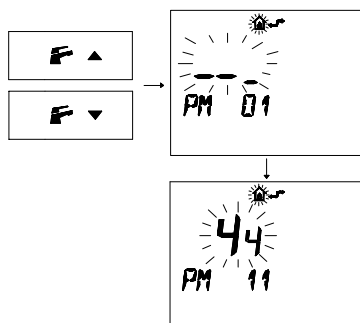

Figura 5.75
- Premere i pulsanti o per visualizzare la programmazione "**PM11**" della postcircolazione pompa (Figura 5.75).